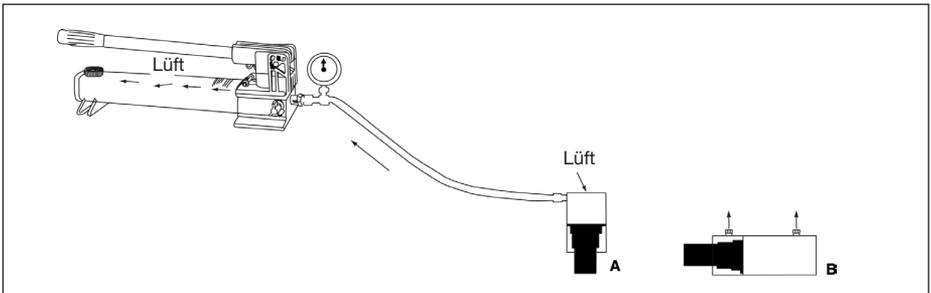

Abbildung 9
Durch das Entfernen von Luft aus dem Hydrauliksystem wird geschmeidiges Ausfahren und Einfahren des Zylinders erreicht. Siehe Abbildung 9.
- Den Zylinder so aufstellen, daß das Kolbenende nach unten zeigt (nach oben bei Zugzylinder). Siehe Abbildung 9.
6.2 Pumpe mit doppelwirkendem Zylinder (B)